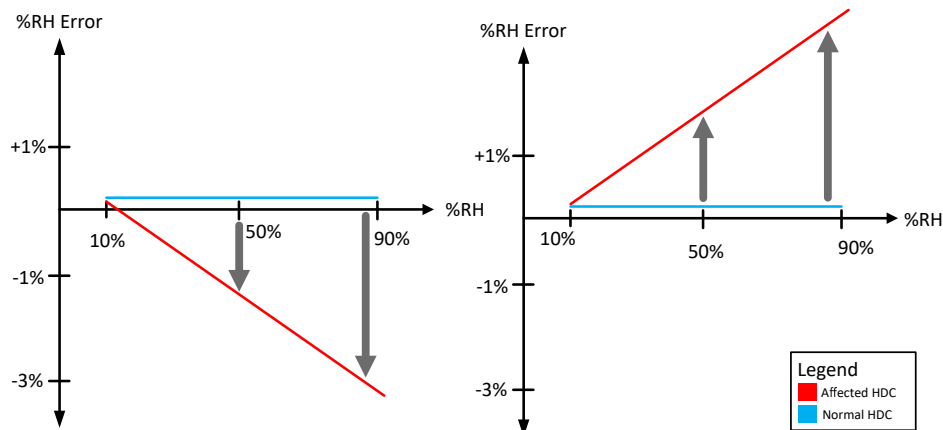

图 2-4. RH 增益误差示例
- **RH 增益**：指相对于湿度范围不恒定的 RH 误差移位；例如，正 RH 增益可能在低湿度下 RH 误差较低、在高湿度下 RH 误差较高，而负 RH 增益可能在低湿度下 RH 误差较高、在高湿度下 RH 误差较低。图 2-4 显示了两个 RH 增益示例。左侧是负 RH 增益的示例，右侧是正 RH 增益的示例。请注意，在低 RH 水平下，增益移位的影响可能很小，但随着 RH 的增加，影响变得更加明显。在许多实际案例下，RH 偏移和 RH 增益可以组合在一起。